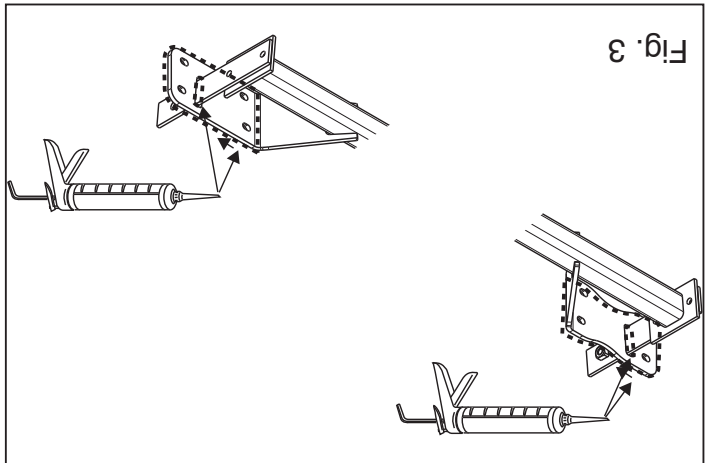

Fig. 3
10. Kit de aangegeven delen af (zie fig. 3)
10. Seal the portions indicated (see fig. 3).
10. Die angegebenen Teile kitten (siehe Abb. 3).
10. Boucher les parties indiquées (voir la fig. 3).